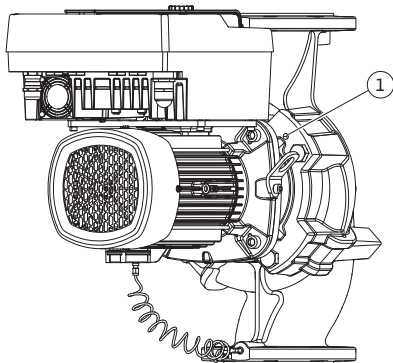

Fig. 10: Siseosakomplekti vajutamine üle keermeavade
5. Suruge siseosa komplekt (vt Fig. 4) pumbakorpuselt maha. Olenevalt pumbatüübist (vt Fig. I ... Fig. IV) on olemas kaks erinevat otsakut. Vabastage pumbatüübil (Fig. III ja Fig. IV) poldid (pos 29). Kasutage kahte kõrvalolevat keermeava (Fig. 10, pos 1) ja sobivaid kohapeal olemasolevaid polte (nt M10 x 25 mm). Kasutage pumbatüübil (Fig. I ja Fig. II) kahte keermeava M10 (Fig. 104). Kasutage selleks sobivaid ja kohapeal olemasolevaid polte (nt M10 x 20 mm). Mahasurumiseks saab kasutada ka pilu (Fig. 104, pos 2).